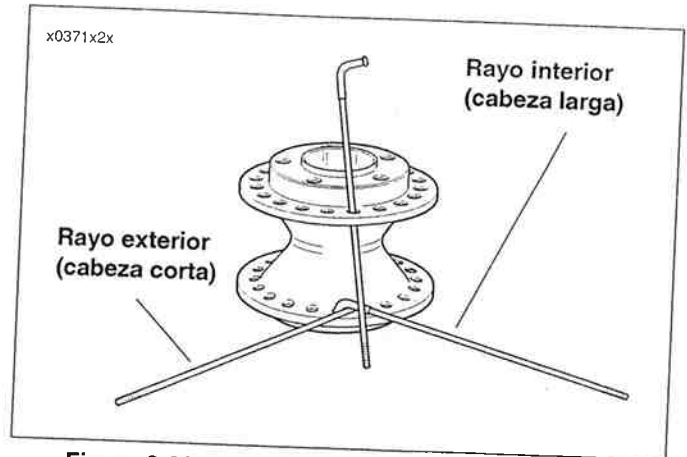

Figura 2-30. Instalación de los rayos en la maza de la rueda de 19 pulg.
3. Vea la Figura 2-30. Coloque la maza en un banco de trabajo con el lado del disco de freno hacia arriba. Inserte un rayo exterior (cabeza corta) dentro de cualquier agujero del reborde inferior y gírelo a la derecha. Inserte un rayo interior (cabeza larga) en el siguiente agujero a la izquierda del rayo exterior. Gire el rayo interior hacia la izquierda, por encima del rayo exterior.